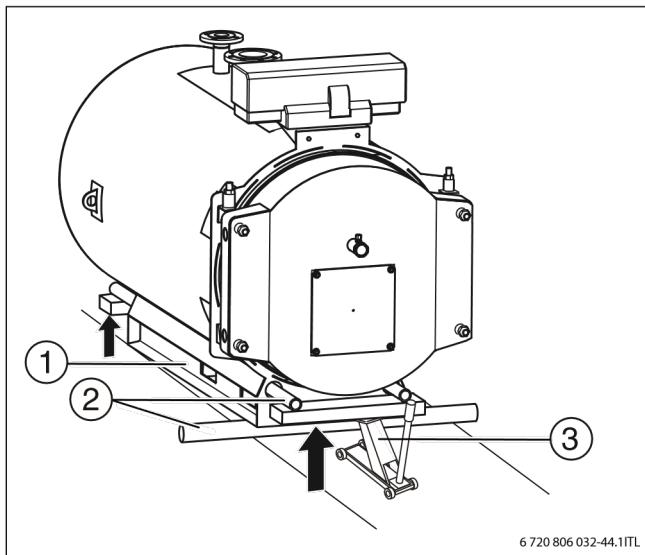

Рисунок 8 Перемещение котла перекатыванием на трубах
- Уложите трубы (**→Рисунок 8, [2]**).